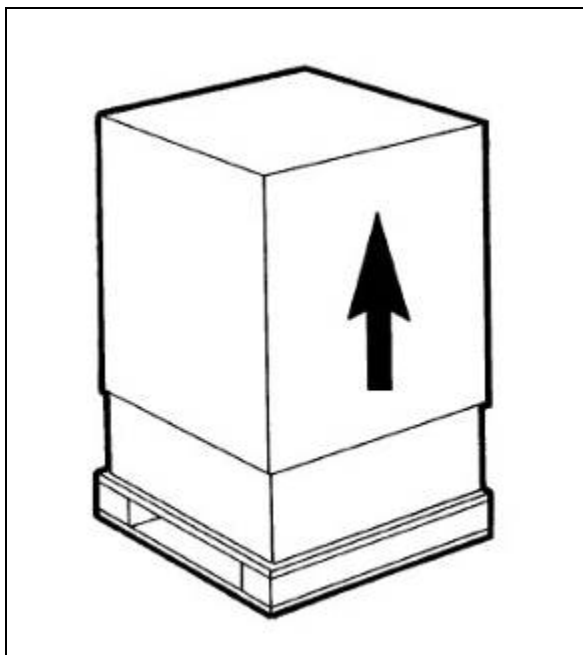

Fig. 18
a) Après avoir retiré l'emballage, **conserver tous les éléments pour le stockage hivernal** et s'assure de l'intégrité de l'appareil (fig.18).